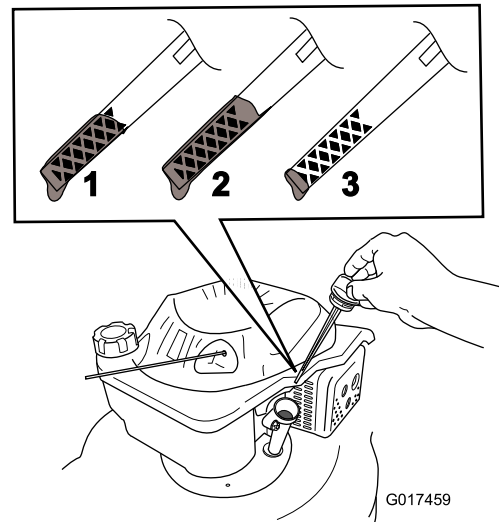

**Figura 37**
3. Coloque la máquina de lado con la varilla de aceite hacia abajo para drenar el aceite usado a través del tubo de llenado de aceite (Figura 37).